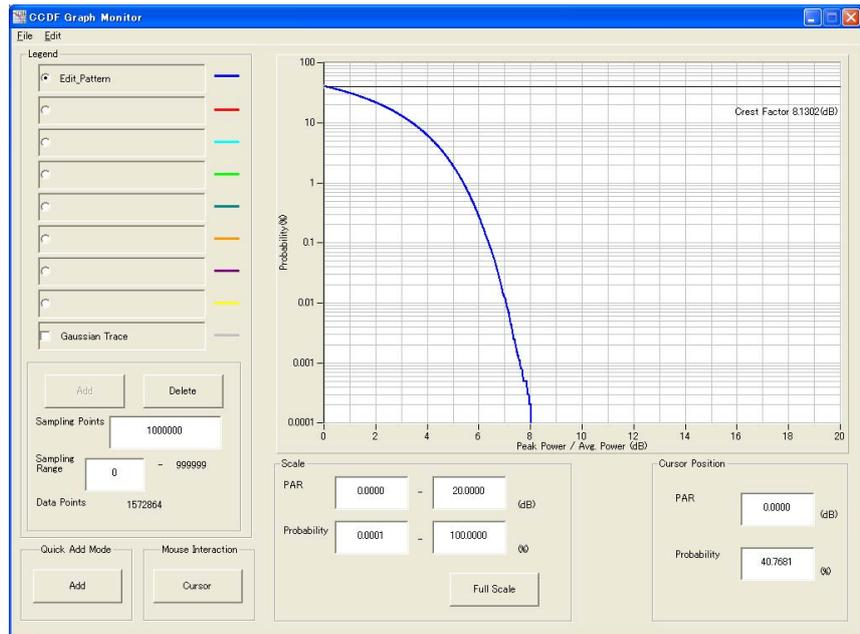

図3.2.4-1 CCDF グラフ画面
- (1) Calculate Waveform Pattern を実行し、波形パターンを生成します。
- (2) [Simulation] メニューの [CCDF] をクリックするか、 をクリックすると、図 3.2.4-1 のような CCDF グラフ画面が表示され、生成した波形パターンのトレースが表示されます。